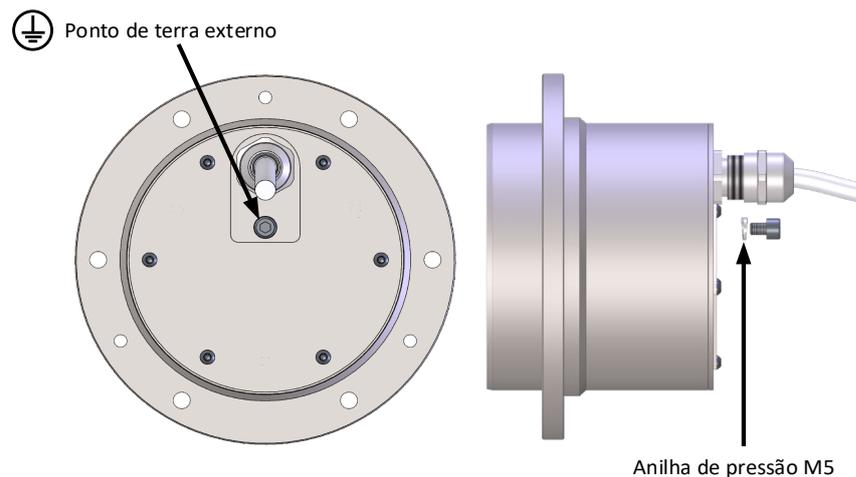

Figura 4: Ponto de terra externo
- Certifique-se de que o sensor, os componentes de montagem e o alojamento estão ligados à terra de forma adequada. O sensor tem de estar ligado à terra utilizando um condutor de cabo $\geq 4 \text{ mm}^2$ (11 AWG). A anilha de pressão M5 fornecida tem de ser utilizada ao ligar o cabo de terra (Figura 4).